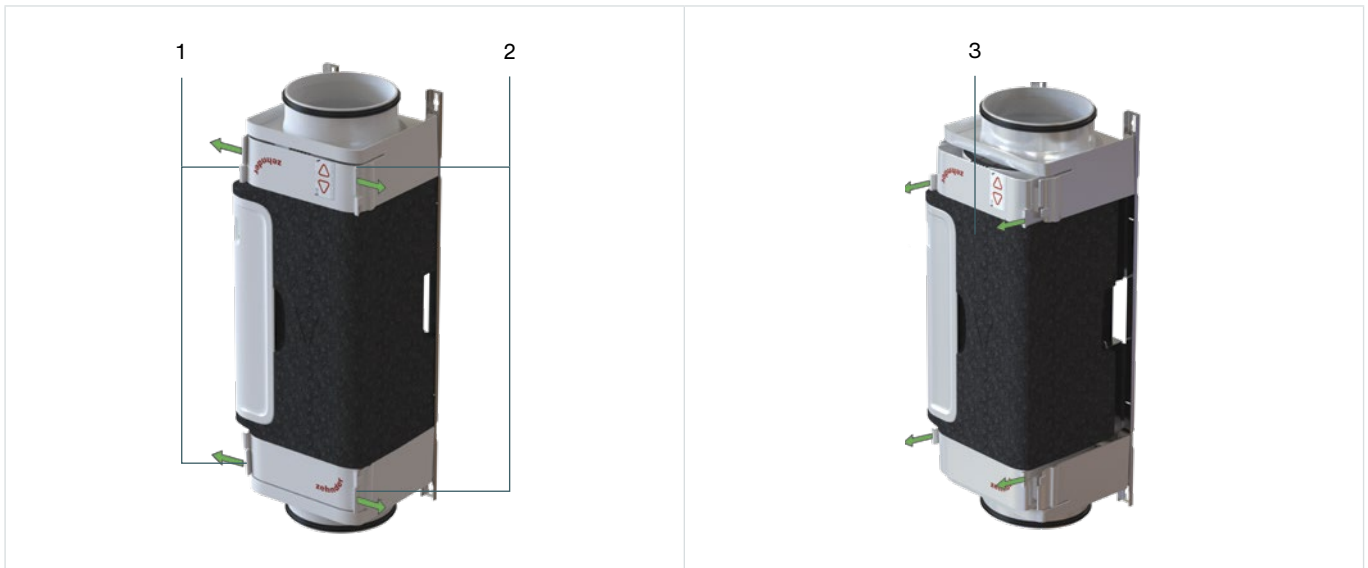

Fig. 5.2 – Retrait du VM-interior hors du VM-frame
1. Libérez les clips (Fig. 5.2, pos. 1 et 2) du VM-interior.
2. Retirez le VM-interior (Fig. 5.2, pos. 3) à angle droit (perpendiculairement) hors du VM-frame.
4. Vérifiez que les quatre clips (Fig. 5.2, pos. 1 et 2) sont correctement engagés.